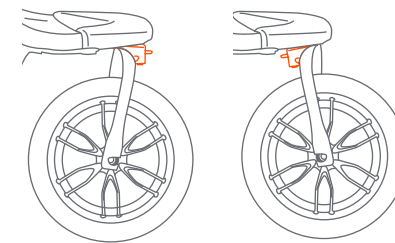

Fig. 15a
- 15) • Le roue avant sont équipées d'un dispositif de verrouillage pour les bloquer de pivoter et engager avant ou l'arrière (Fig. 15a).